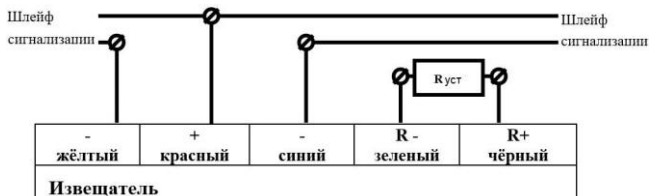

Рис. 2 – Схема включения извещателя -220, -220-Ex
2.2.3.1 Схема подключения Извещателя к шлейфу сигнализации показана на рисунках 2 и 3. Согласование токов режима «Пожар» Извещателя, питаемого по шлейфу сигнализации, см. рис. 2, и режимов «Внимание» и «Пожар» используемого приёмно-контрольного прибора производится подключением установочного резистора $R_{уст.}$, номинал определяется из таблицы 3.